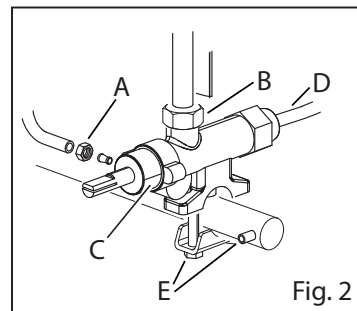

Fig. 2
- Abrir a torneira de interceptação a montante do equipamento (Fig. 2);
- Remontar o parafuso com anilha de contenção de gás na sua posição correta, abrir a torneira de interceptação a montante da aparelhagem (Fig. 2) e, acendendo o queimador, verificar se não há vazamentos de gás.
- Se for o caso, desmontar a vela, de modo a evitar danificá-la durante a substituição do injetor (Fig. 2).
Nos modelos previstos, o fluxo térmico reduzido é obtido com o parafuso do bypass mínimo (Fig. 2) "calibrado" e parafusado até o fim (ver Tabela de Gases de referência).
- Ajustar o parafuso do mínimo by pass (Fig. 2/A)
- Desaparafusar os bicos (Fig. 2/B) e apertá-los na posição escolhida
- Remover a placa de potência (Fig. 2/C) e colocá-la no queimador correspondente.
- Desapertar o espaçador (Fig. 2/D) e apertá-lo na flange escolhida
- Soltar as conexões de entrada (por ex., Fig. 2/E) e de saída de gás (Fig. 2/A e B)
- Soltar o termopar (Fig. 2/D)
- Soltar o termopar da torneira (Fig. 2/D)